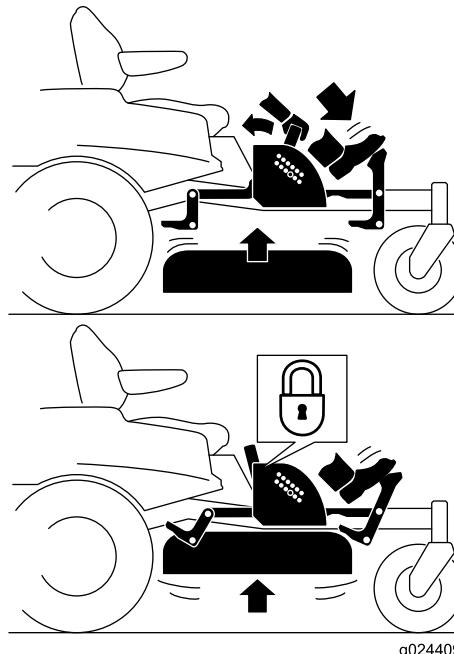

Figure 27
- Enfoncez la pédale pour éléver le tablier de coupe; maintenez la pédale enfoncée jusqu'à ce que le tablier soit verrouillé en position de transport (Figure 27).
- Appuyez sur la pédale de levage du tablier avec le pied et tirez la poignée de verrouillage de transport en arrière pour désengager le verrou de transport (Figure 27).
4. Appuyez sur la pédale de levage du tablier avec le pied et tirez la poignée en arrière pour désengager le verrou de transport (Figure 27).